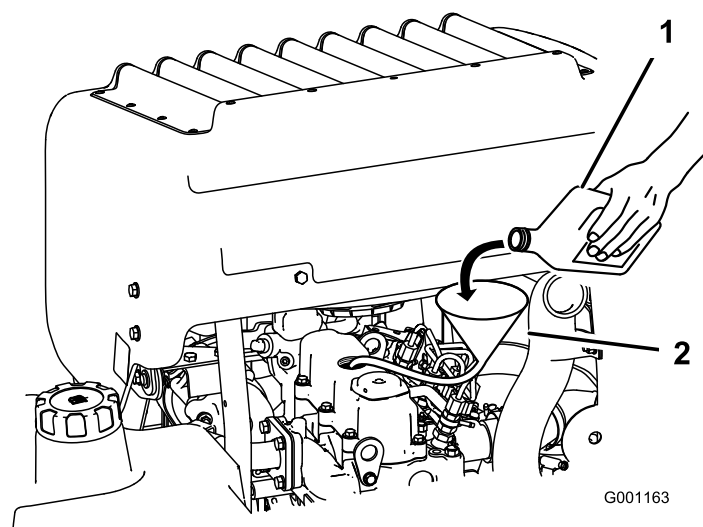

Figure 39
3. Utilisez un tuyau et un entonnoir pour faire l'appoint d'huile moteur (Figure 39).